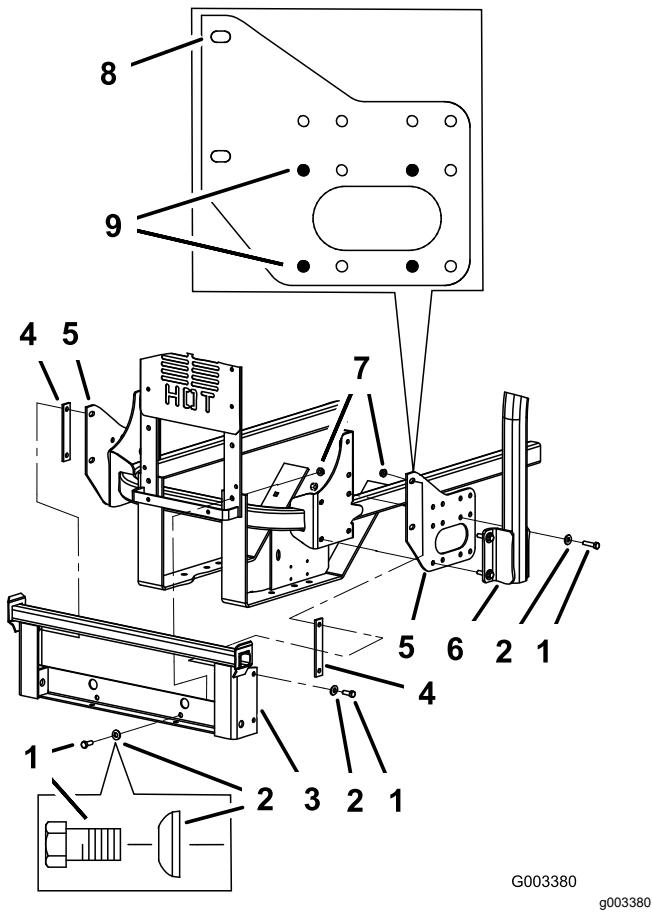
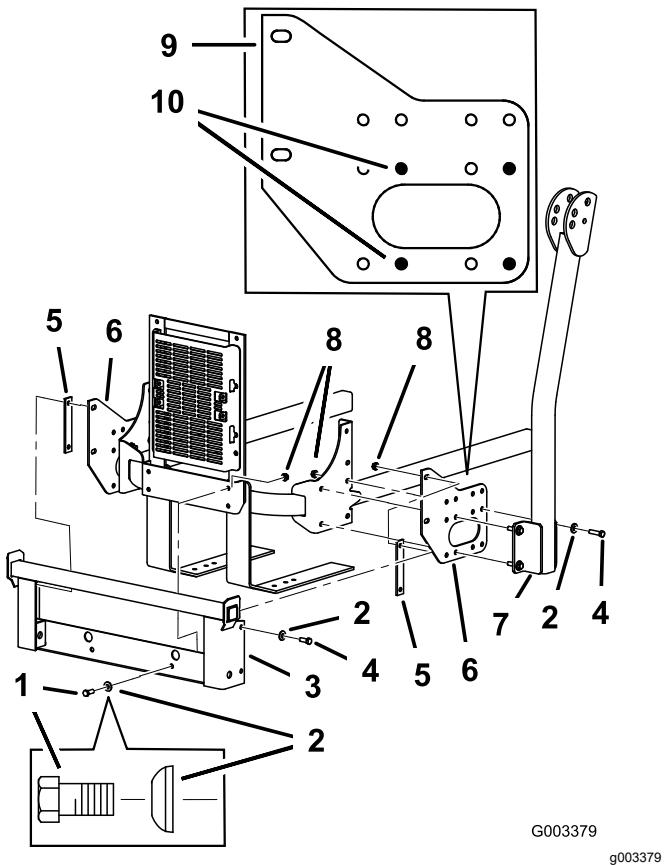
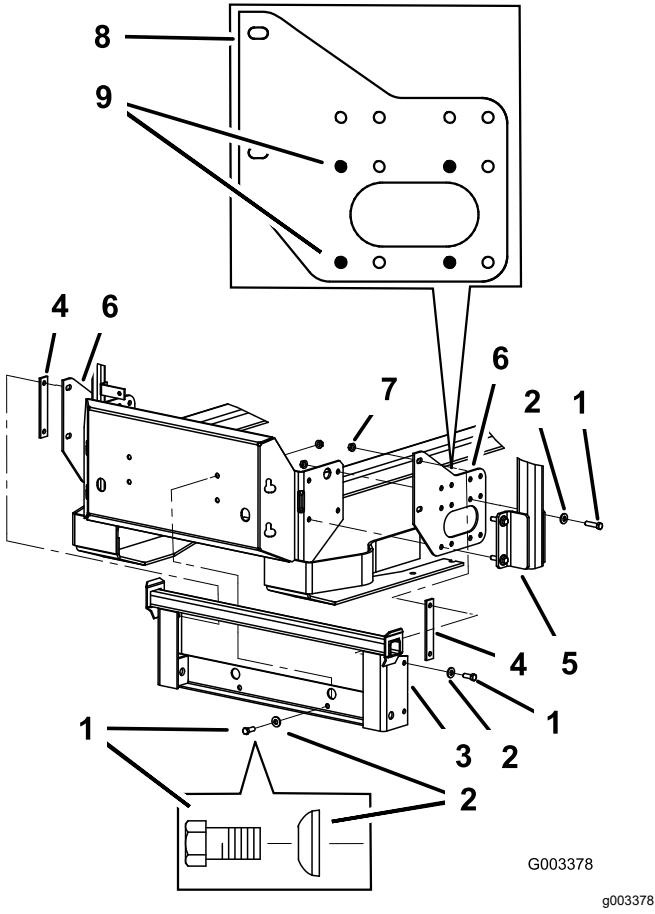

Figura 4
Figura 5
Figura 6
1. Retire los pernos, las tuercas y las arandelas que sujetan la barra de rodillo a un lateral de la máquina. Deseche las tuercas, los pernos y las arandelas (Figura 4, Figura 5 y Figura 6).
2. Instale la chapa lateral del ensacador y la sección de la barra antivuelco en el lateral de la máquina usando 4 pernos ($\frac{3}{8}$ " x 1½"), 4 arandelas curvas ($\frac{3}{8}$ ") y 4 tuercas con arandela prensada ($\frac{3}{8}$ ") (Figura 4, Figura 5 y Figura 6).
3. Repita los pasos detallados arriba en el otro lado (Figura 4, Figura 5 y Figura 6).
Nota: Asegúrese de que las arandelas curvadas están instaladas, según se muestra en Figura 4, Figura 5 y Figura 6.
curvas ($\frac{3}{8}$ ") y 4 tuercas con arandela prensada ($\frac{3}{8}$ ") (Figura 4, Figura 5 y Figura 6).
- Instale el soporte de montaje del ensacador en el bastidor trasero de la máquina con 2 pernos ($\frac{3}{8}$ " x 1½") (utilice 2 pernos de $\frac{3}{8}$ " x 1" en cortacéspedes Z593, como se muestra en la Figura 5), 2 arandelas curvas ($\frac{3}{8}$ ") y 2 tuercas con arandela prensada ($\frac{3}{8}$) (Figura 4, Figura 5 y Figura 6).
3. Si el soporte de montaje del ensacador se desplaza lateralmente 3 mm ($\frac{1}{8}$ ") o más, instale uno o ambos espaciadores entre el soporte de montaje del ensacador y las chapas de montaje (Figura 4, Figura 5 y Figura 6).